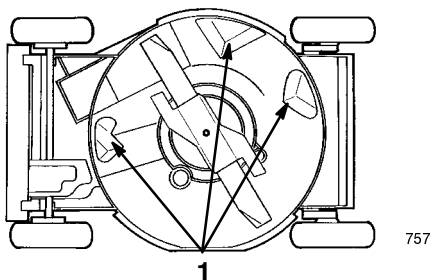

Figure 15
Pour obtenir des résultats optimaux, le dessous du carter de tondeuse doit rester propre. Veillez particulièrement à débarrasser les déflecteurs de tout débris (Fig. 15).
3. Basculez la tondeuse sur le côté **gauche** (filtre à air vers le haut) (Fig. 15).